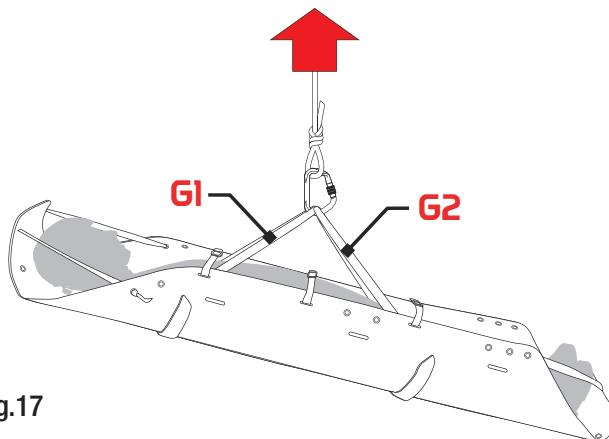

Fig.17
Sollevamento e calata con elicotteri (fig. 17) mediante sospendita (G)	2100 kg
- **Sollevamento e calata con dispositivi di salvataggio (fig. 17)**
- **Sollevamento e calata con elicotteri (fig. 17)**